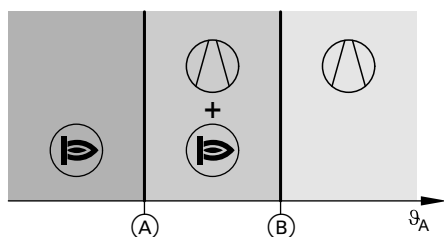
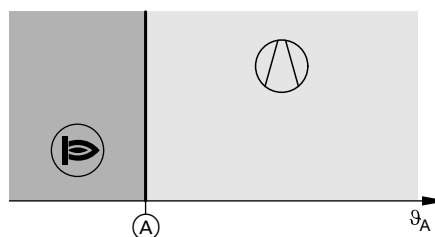

Abb. 13
Abb. 14
Ihr Fachbetrieb hat die beiden Außentemperaturgrenzen ① und ② fest eingestellt: Siehe Abb. 13 und Abb. 14.